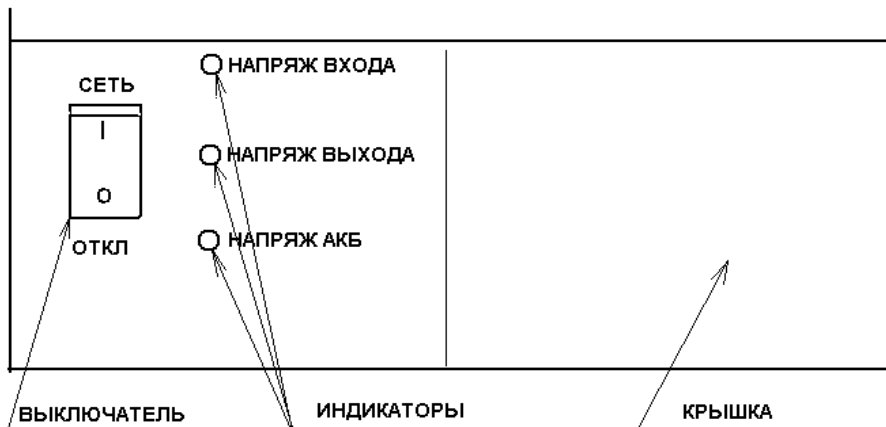

Рисунок 4.1 Передняя панель АБП
На передней панели (рисунок 4.1) расположены:
6.4.5 Снимите правую защитную крышку передней панели АБП, отвернув один винт (см. рис.4.1).